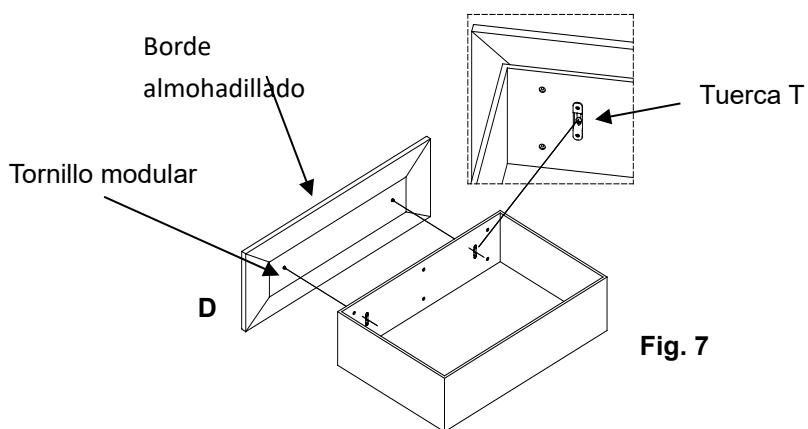

Fig. 7
47. Antes de volver a ensamblar los cajones en el sistema de guías se deben fijar los frentes de los cajones (D) a la caja de los cajones.
48. El frente del cajón (D) viene instalado previamente con dos tornillos modulares. Los dos tornillos modulares deben coincidir con el centro de los dos insertos de tuerca T. Asegurarse de que el borde almohadillado del frente del cajón esté arriba. Una vez alineados, los tornillos modulares se deslizarán hacia abajo en las tuercas T y quedarán bloqueados en el lugar. Ver **Fig. 7**.